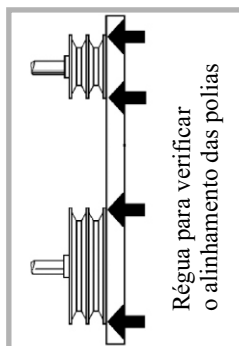

Fig. 12
- d) - Apertar as porcas dos esticadores (Pos. 3), até que as correias se mostrem conforme figura 14 pos. B, verificando constantemente o alinhamento das polias (Figs. 12 e 13)